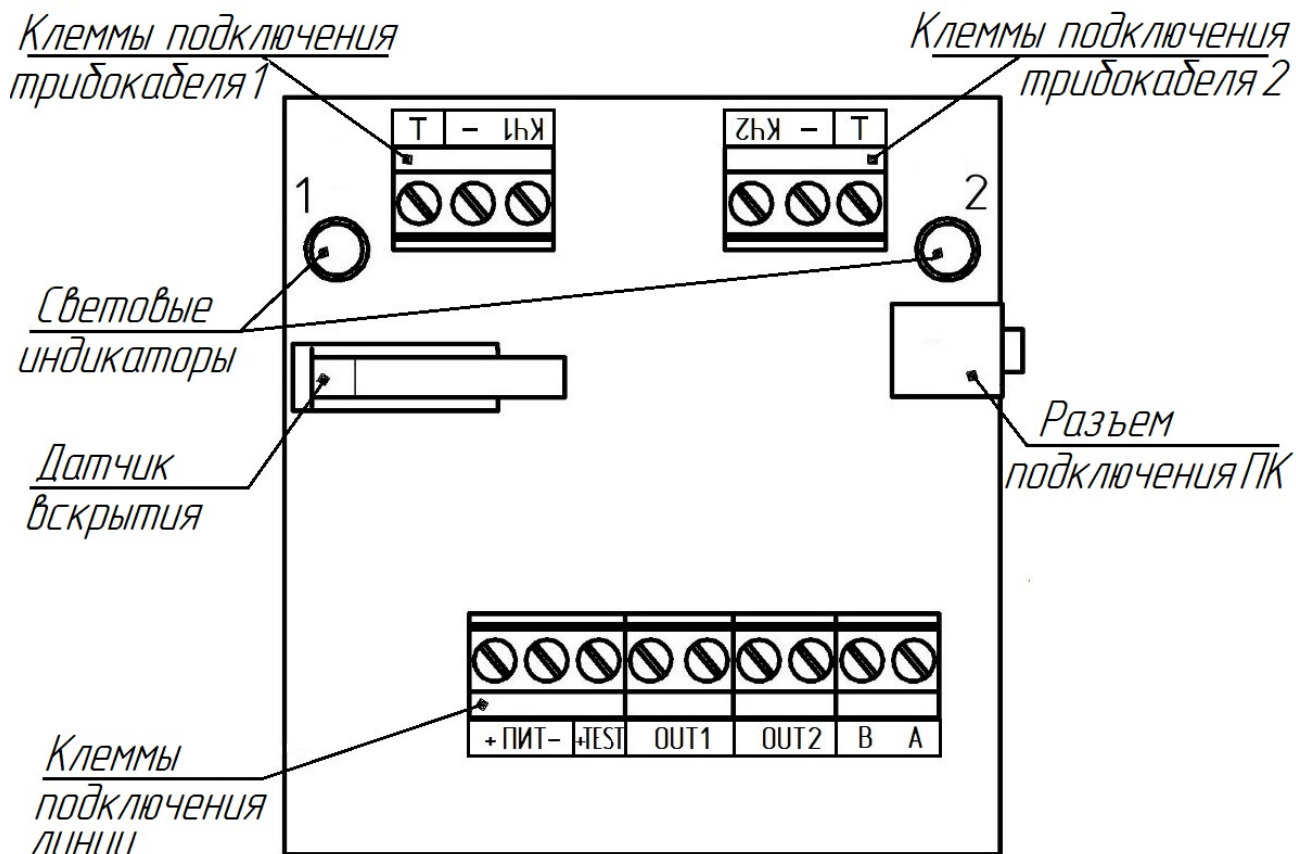

Рисунок 1 – Плата извещателя
1.27.2 Ввести кабель подключения в извещатель снизу через гермоввод. Подключить провода кабеля к клеммам на плате извещателя (рисунок 1) в соответствии с таблицами 1 или 2 (в зависимости от варианта исполнения). Зафиксировать кабель, затянув гайку гермоввода. Установить крышку экрана на основание экрана в соответствии с рисунком 3, вставив направляющие крышки экрана в ловители основания экрана. Регулировку и контроль работоспособности извещателя производить с установленной крышкой экрана.